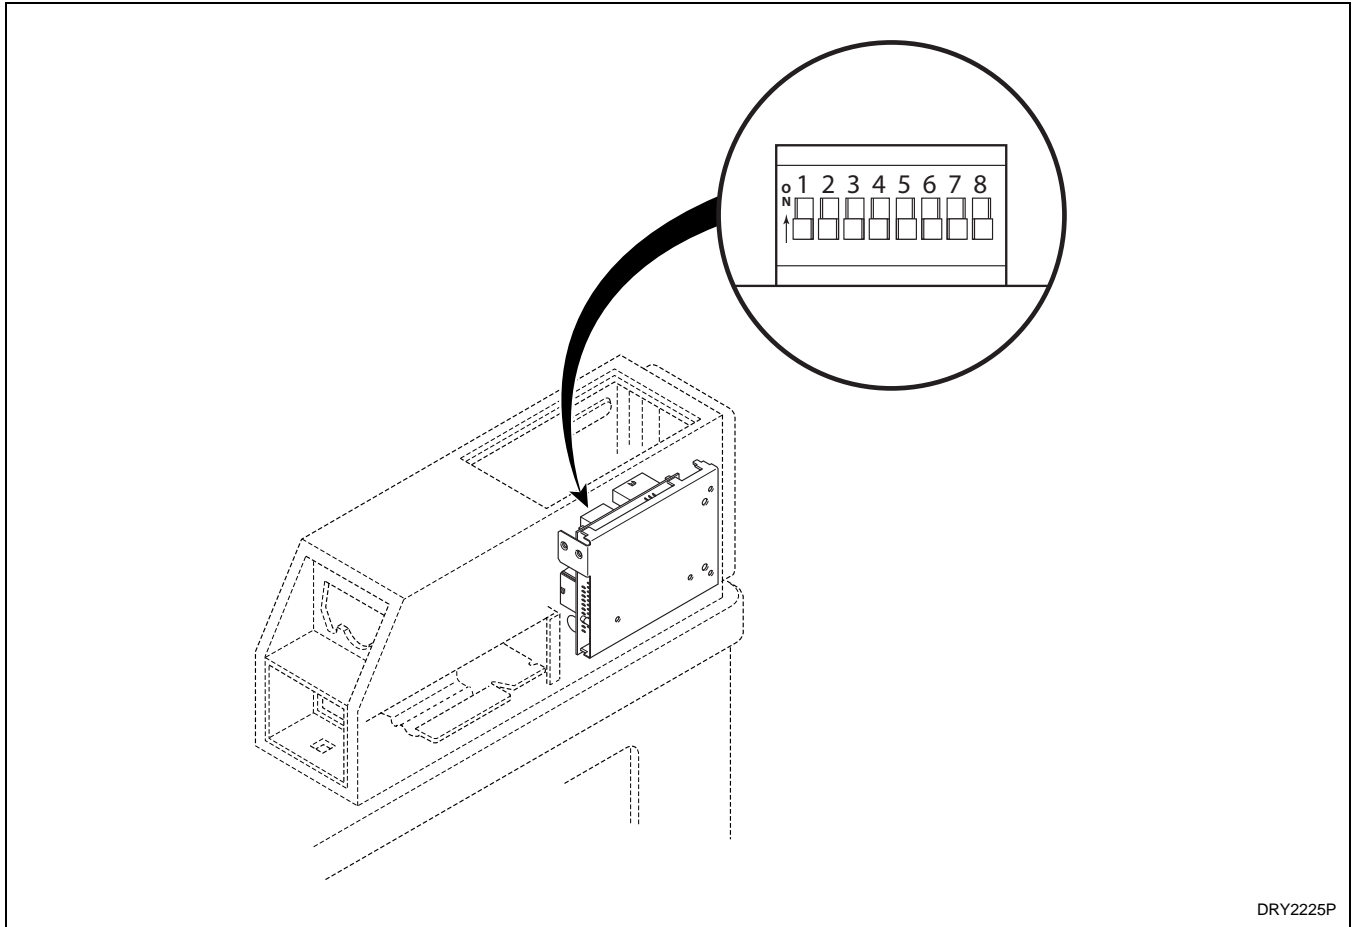

Figure 29
2. Prendre note des réglages des commutateurs DIP. Ensuite, les mettre tous en position ARRÊT (Off). Se reporter à la *Figure 29*.